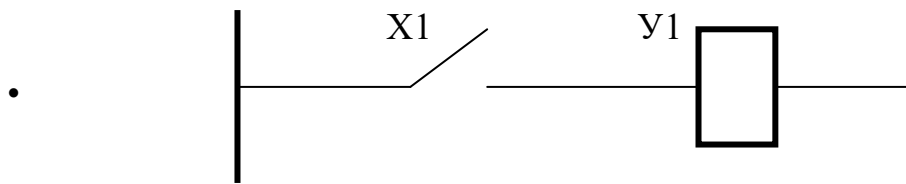

Рисунок 5.4 – Схема проекту електрична
Заданося вихідними даними для виконання роботи. Наприклад, необхідно створити проект для реалізації електричної схеми згідно рис. 5.4.
5.9 Розробка програми в редакторі LAD для схеми, наведеної на рис. 5.4: